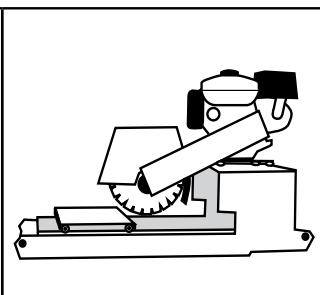

Figura 24. Sierra de mesa
- **Sierras de mesa (Hoja de diamante).** (Figura 24). Brindan corte de precisión. Como carece de movilidad, implica mayor consumo de tiempo. La mayoría de las sierras pueden cortar en seco o húmedo. Las sierras que utilizan agua, mantienen la lubricación y reducen el desgaste de la hoja. Si la sierra requiere de agua, es aconsejable informarse acerca de la disponibilidad de un grifo cercano, a la hora de planificar la obra; de esta forma, ahorrará mucho tiempo y dinero. De ser posible, utilice agua limpia y no la haga recircular para evitar que los adoquines se manchen.